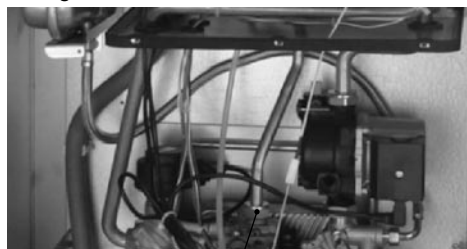

Figura 8.1
- Svitare il girello A del tubo gas (Figura 8.1)
Attenzione per rimontare eseguire le operazioni effettuate in senso inverso, stando attenti a non rovinare la guarnizione OR del tubo gas quando si inserisce il tubo nell'aerotech ed eseguire la prova di tenuta gas dopo aver stretto il girello del tubo gas (Figura 8.1).